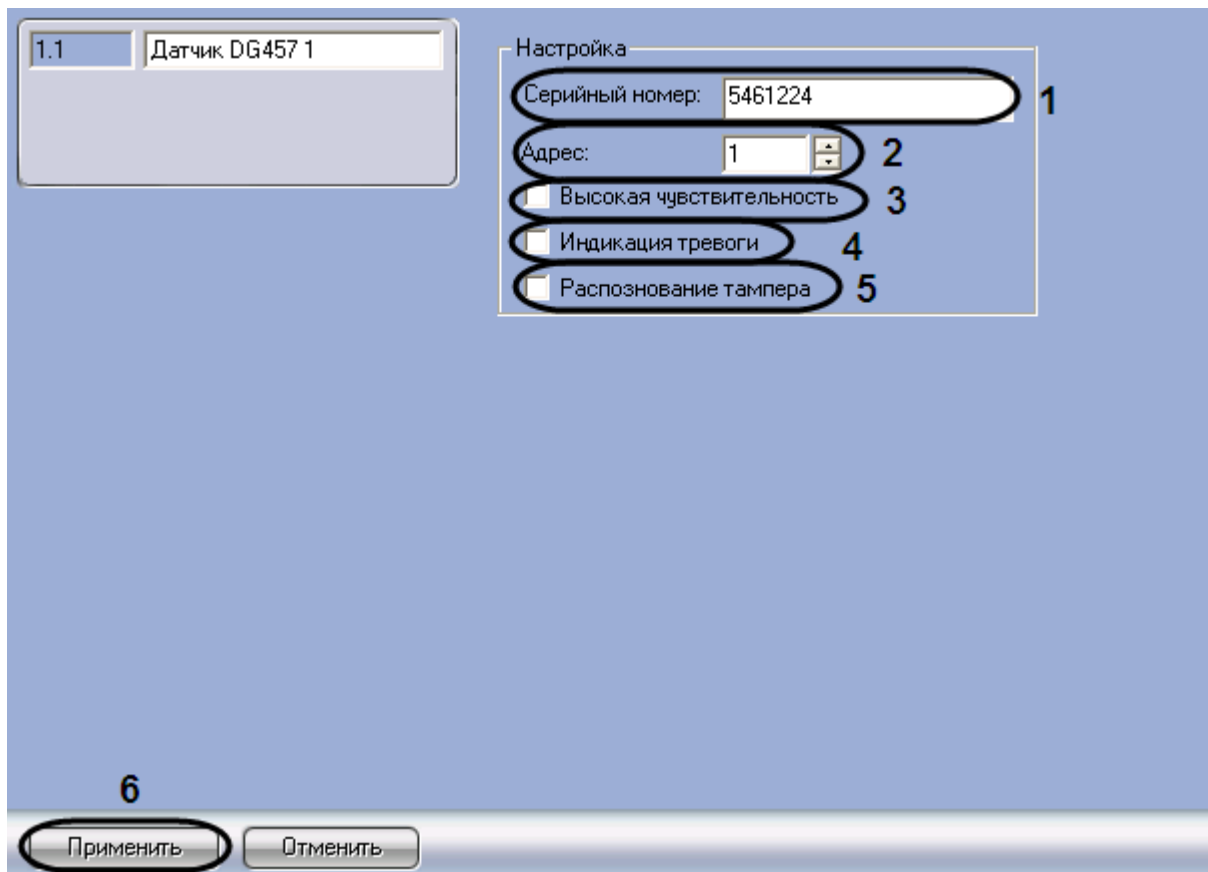

Рис. 3.7-2. Панель настройки объекта Датчик DG457
1. Перейти на панель настройки объекта **Датчик DG457** (Рис. 3.7-2)
2. В поле **Серийный номер** (см. Рис. 3.7-2, 1) ввести серийный номер датчика DG457 в шестнадцатеричном формате.
3. В поле **Адрес** ввести с помощью кнопок **вверх-вниз** адрес датчика DG457 в десятичной системе счисления (см. Рис. 3.7-2, 2)
4. Установить флажок **Высокая чувствительность** для увеличения чувствительности датчика (см. Рис. 3.7-2, 3)
5. Установить флажок **Индикация тревоги** для определения тревоги на датчике (см. Рис. 3.7-2, 4)
6. Установить флажок **Распознавание тампера** для отслеживания состояния корпуса датчика (см. Рис. 3.7-2, 5)
7. Для сохранения внесенных изменений нажать кнопку **Применить** (см. Рис. 3.7-2, 6).